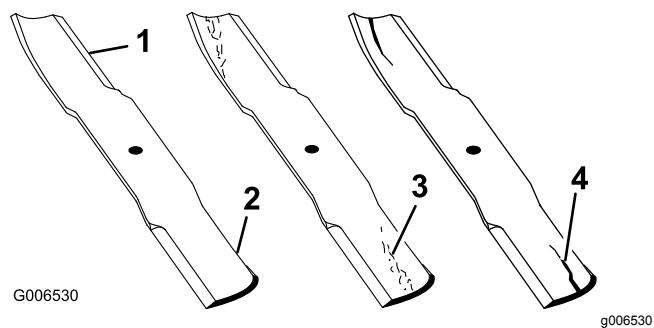

Figure 53
1. Examinez le tranchant des lames (Figure 53).
2. Inspectez les lames, surtout la partie relevée (Figure 53).
Remarque: Remplacez immédiatement toute lame endommagée, usée ou qui présente une entaille (Figure 53).